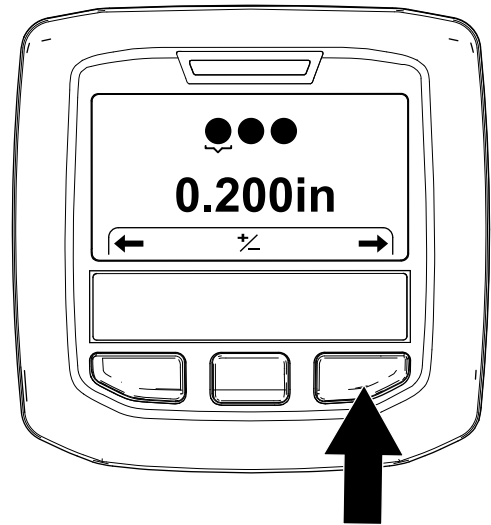

図 49
5. インフォセンターの右ボタンを押して「タインの直径設定」 Setting the Tine Diameter画面を出す 図 49。